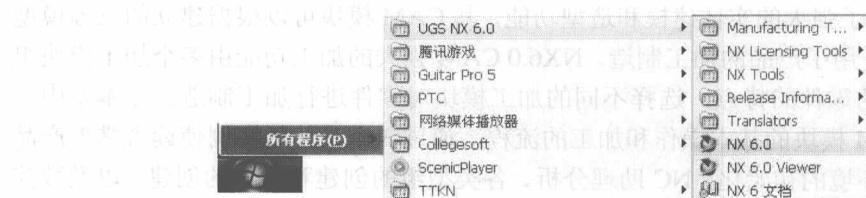
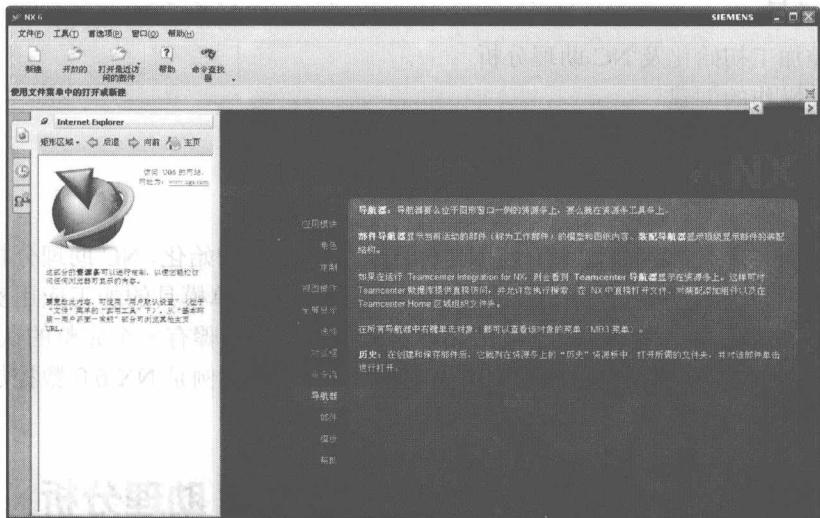

图 1-2 【开始】菜单
图 1-3 【NX 6】界面
(1) 首先启动 NX6.0。在 Windows 的【开始】菜单中依次选择【所有程序】|【UGS NX6.0】|【NX6.0】命令, 如图 1-2 所示。启动 NX6.0 软件, 其界面如图 1-3 所示。